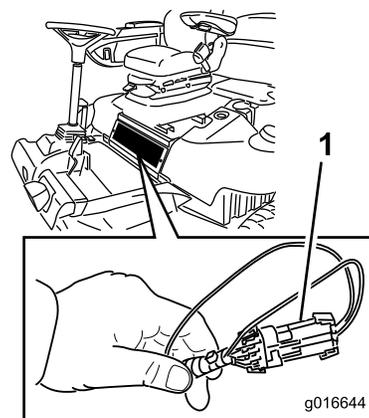

Bild 43
2. Nehmen Sie die Zugangsplatte unter der Vorderseite des Sitzes ab (Bild 43).
3. Ermitteln Sie den Kabelbaum und die Stecker in der Nähe des Controllers (Bild 43).